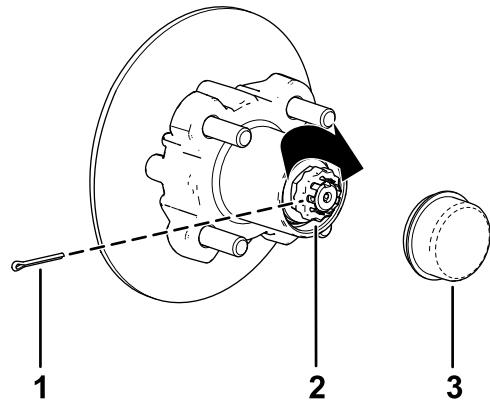

Figure 43
- Placez l'arrêt d'écrou sur l'écrou et vérifiez que la fente dans l'arrêt et le trou dans la fusée sont alignés afin de pouvoir insérer la goupille fendue (Figure 43).
- Insérez la goupille fendue et repliez chacune de ses pattes autour de l'arrêt d'écrou (Figure 43).
- Reposez le couvre-moyeu sur le moyeu (Figure 43).